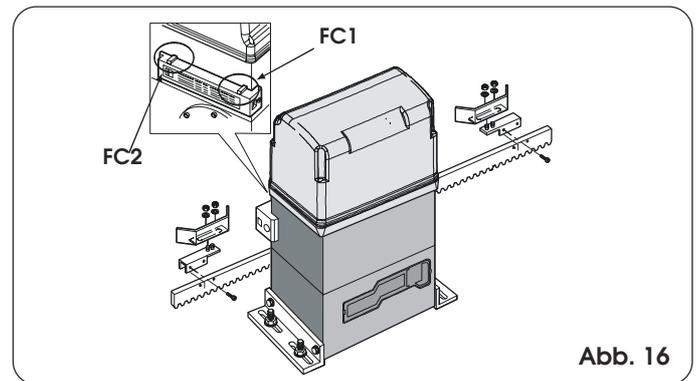

Abb. 16
- 1) Den Grenztaster montieren und dabei das Blech zu den Gewindestiften des Halters zentrieren (Abb. 16).